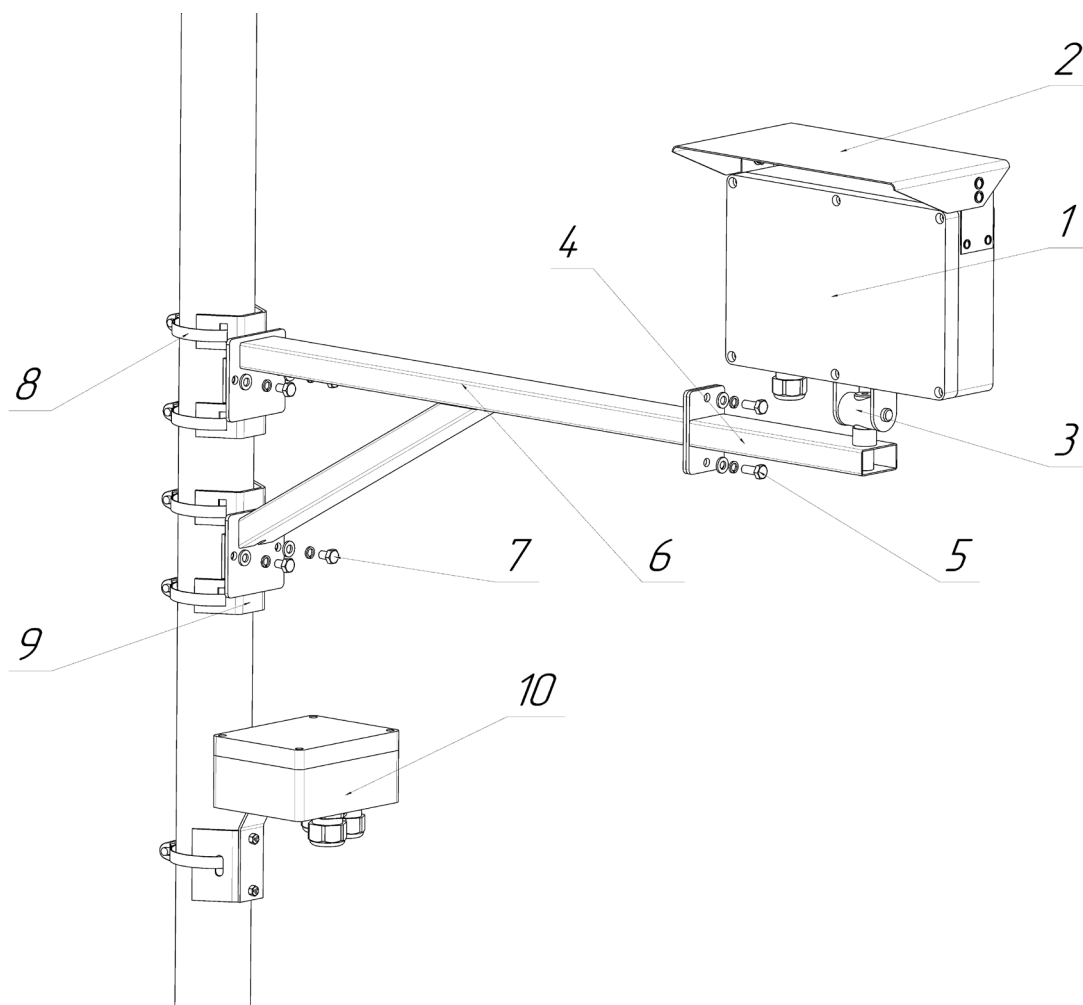
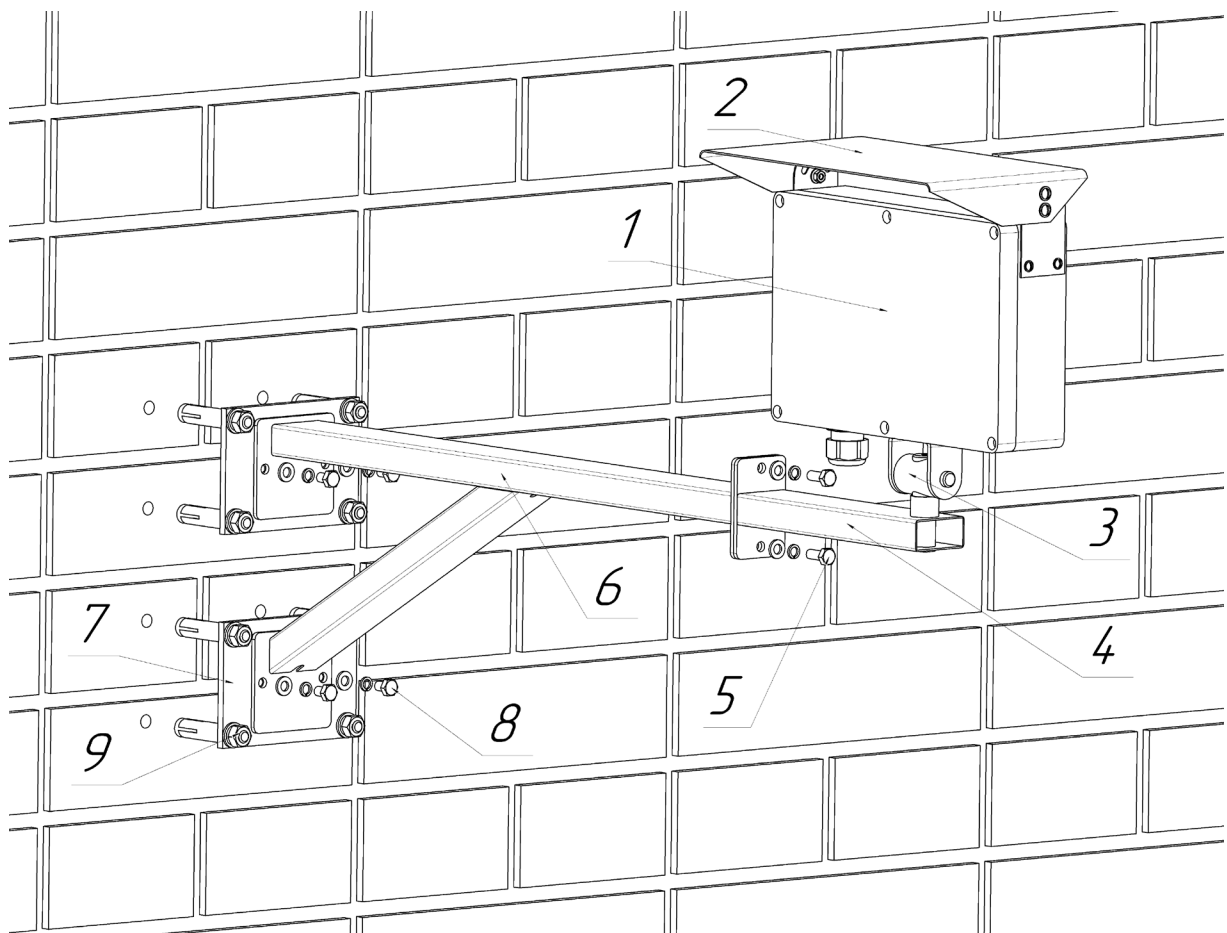

Рисунок 11 – Крепление извещателя на опору ограждения посредством КМ4
Рисунок 12 - Крепление извещателя на плоской поверхности посредством KM4
- 1.4.2.8. Внешний вид установки приемопередатчика на трубу (опору) ограждения с выносом от ограждения (КМ4) приведен на рисунке (Рисунок 11). Все необходимые площадки входят в комплект поставки КМ4.
- 1.4.2.9. Внешний вид установки приемопередатчика на плоской поверхности с выносом от поверхности (КМ4) приведен на рисунке (Рисунок 12). Все необходимые площадки входят в комплект поставки КМ4.
- 2.1.3.5. Крепление извещателя посредством КМ4 (вынос от места крепления примерно 0,4 м) на стены зданий или ограждения осуществлять в соответствии с рисунками (Рисунок 11, Рисунок 12). Все необходимые крепежи и метизы входят в состав комплекта КМ4. КР-1 крепится, используя дюбель-пробки и шурупы в кронштейне КР-1, площадка опорная КР-1 при этом снимается.